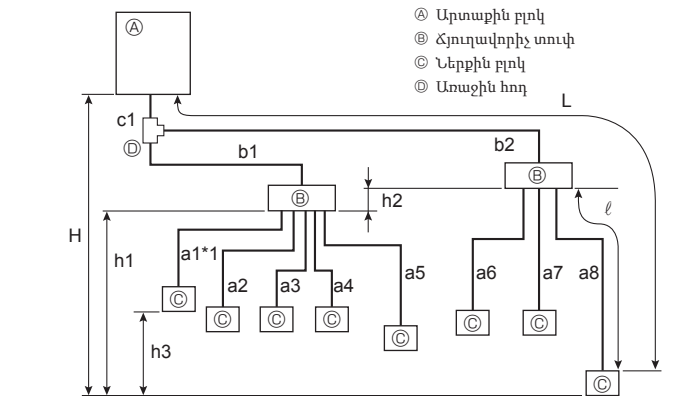

Fig. 4-2
4.1.2. Հյուղավորիչ տուփով միացում (Fig. 4-2)